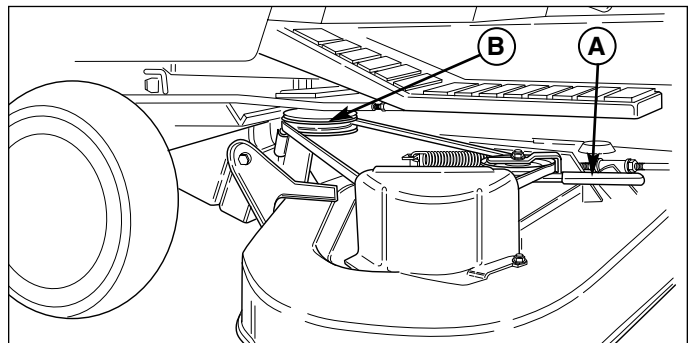

Abbildung 5. Riemen ab- und aufziehen
3. Die Riemenspannung mit dem Umlaufscheibenarm (A, Abbildung 5) entlasten. Riemen von Zapfwellenriemenscheibe (B) abziehen.
5. Die Riemenspannung mit dem Umlaufscheibenarm (A, Abbildung 5) entlasten. Riemen auf die Zapfwellenriemenscheibe (B) aufziehen.